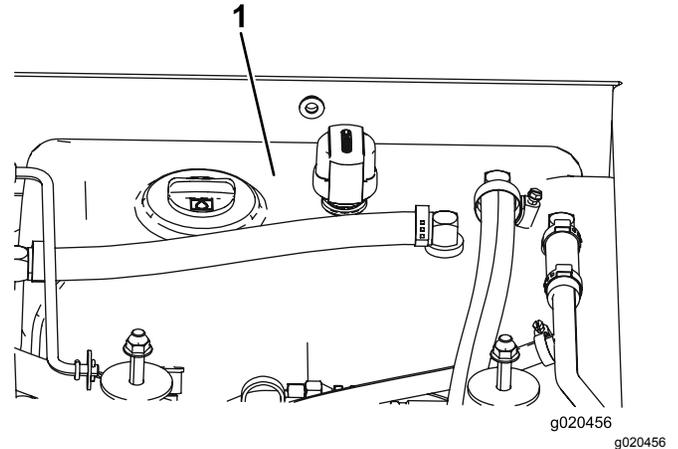

Figura 102
4. Riempite il serbatoio (Figura 102) di fluido idraulico; fate riferimento a Cambio del fluido idraulico \(pagina 73\).